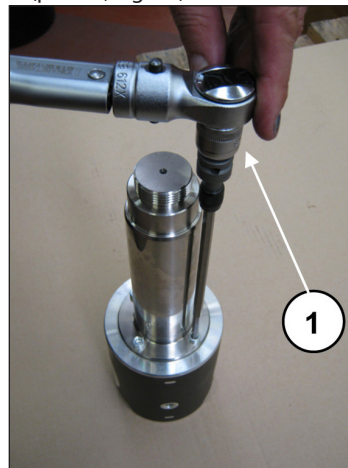

Fig. 41
Bloqueie a guia do pistão no torno com ajuda de ferramenta adequada e realize a calibragem dos parafusos com chave dinamométrica (pos. ①, Fig. 41) como indicado no capítulo 3.